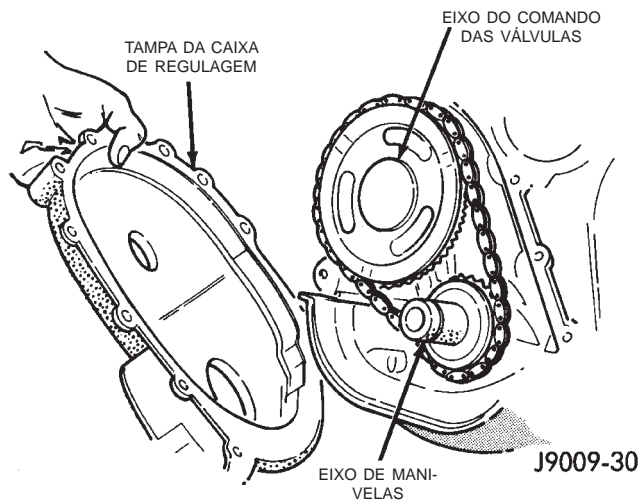

Fig. 50 Tampa da Caixa de Regulagem
(13) Instale a tampa da caixa de regulagem com uma vedação de óleo de substituição (Fig. 50). Consulte "Instalação da Tampa da Caixa de Regulagem".
(14) Instale o abafador de vibração.